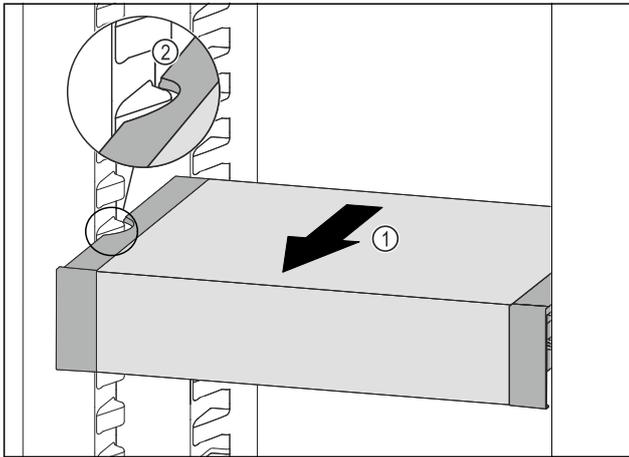

Fig. 118
- ▶ VarioSafe nach vorne ziehen Fig. 118 (1), bis sich die seitlichen Aussparungen des VarioSafes auf Höhe der Behälterrippe im Kühlteil befinden. Fig. 118 (2)